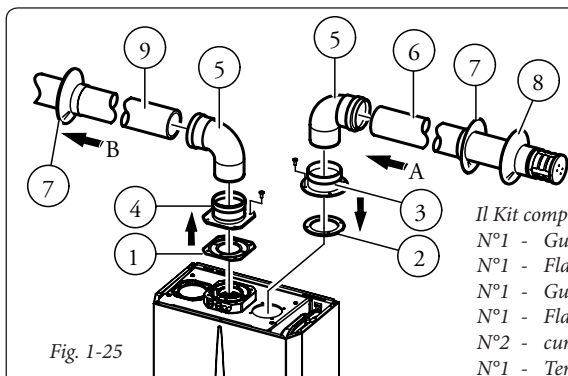

Fig. 1-25
• **Montaggio kit (Fig. 1-25):** installare la flangia (4) sul foro centrale della caldaia interponendo la guarnizione (1) e serrare con le viti a testa esagonale e punta piatta presenti nel kit. Togliere la flangia piatta presente nel foro laterale rispetto a quello centrale (a seconda delle esigenze) e sostituirla con la flangia (3) interponendo la guarnizione (2) già presente in caldaia e serrare con le viti autofilettanti con punta in dotazione. Innestare le curve (5) con lato maschio (liscio) nel lato femmina delle flange (3 e 4). Innestare il terminale di aspirazione (6) con lato maschio (liscio), nel